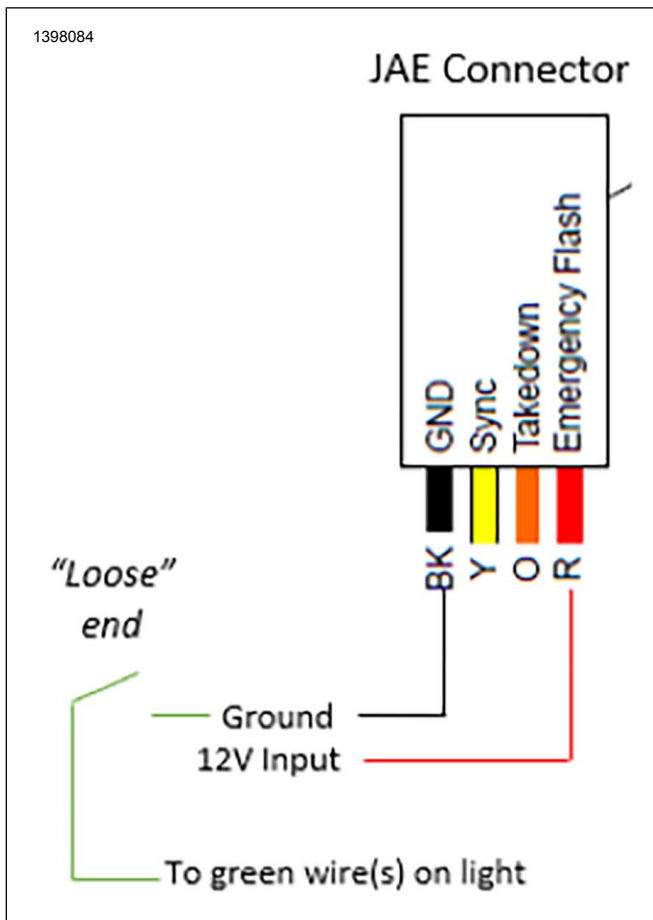

Figura 9. Configuración de la programación del color
1. Consulte la Figura 9. Conecte la fuente de alimentación de 12V a la matriz de luces (requiere un cable suministrado por el concesionario).
2. Consulte la Figura 9. Quite los extremos de los cables VERDES en la luz.